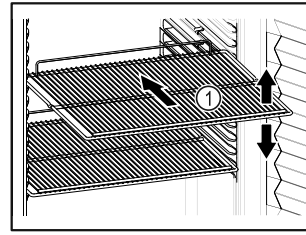

Fig. 50 Esimerkkikuva
- Sovita siirrettävät ritilätasot Fig. 50 (1) korkeuden mukaan.